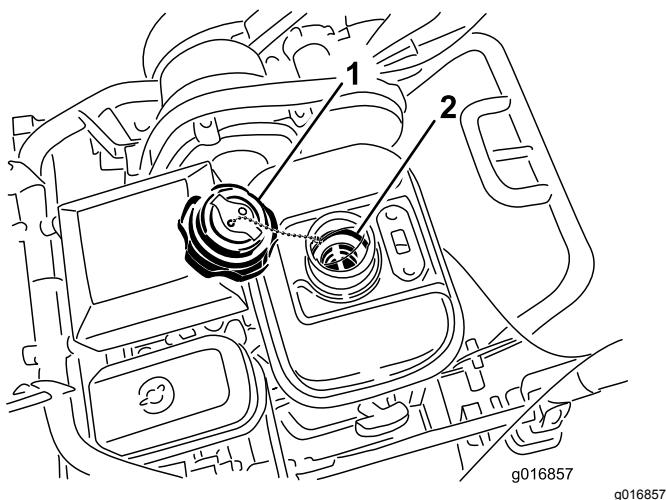

Bild 41
3. Schrauben Sie den Tankdeckel ab und entfernen ihn vom Kraftstofftank (Bild 41).